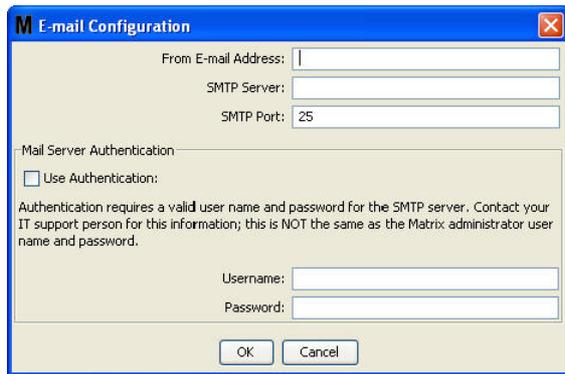

ABB. 137
2. Das in ABB. 137 gezeigte E-Mail-Konfigurierungsfenster erscheint.